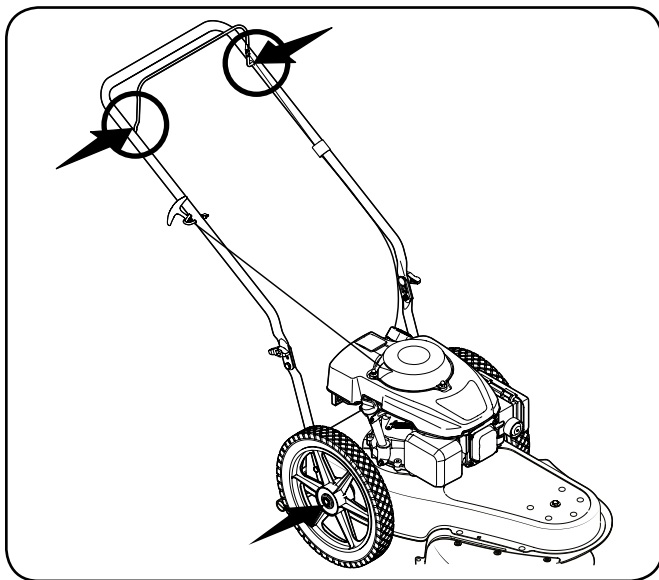

Рис. 6-1
1. ~~Не реже одного раза в сезон смазывайте точки вращения скобы управления жидким маслом.~~ Скоба должна легко двигаться в обоих направлениях. См. рис. 6-1.
2. Не реже одного раза в сезон смазывайте колеса жидким (или моторным) маслом. В случае снятия колес смажьте жидким маслом ось и соприкасающуюся с ней внутреннюю поверхность колес. См. рис. 6-1.